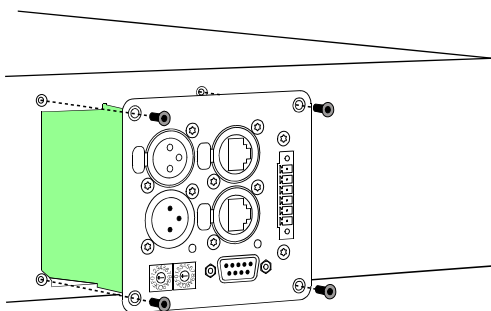

図 1.1 : RCM-26 の設置
3. RCM-26 モジュールをスロットに差し込み、4 本のネジを使ってリアパネルに固定します (図 1.1 を参照)。